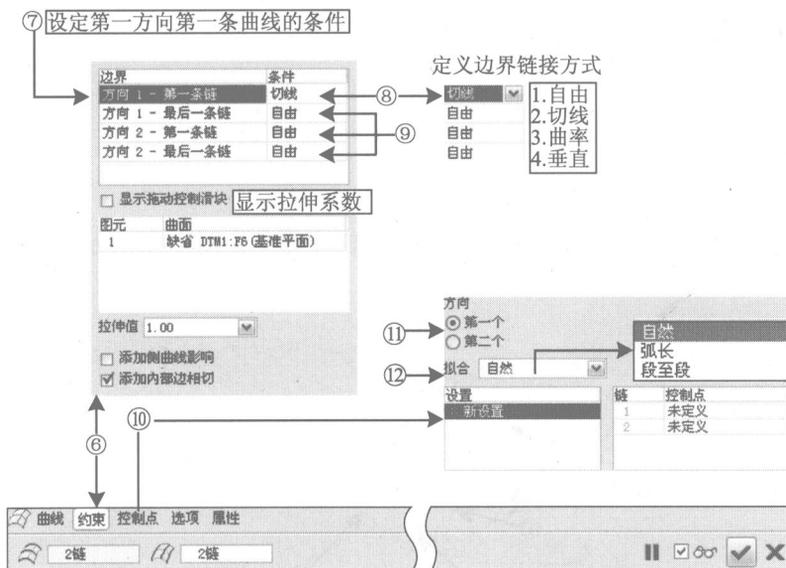
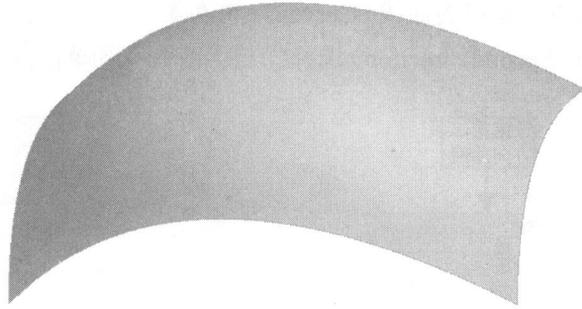

图 1-10 边界混合 (Boundary Blend)-设定曲线拟合方式
图 1-11 完成边界曲面
接着, 单击⑥约束 (Constraints) 选项, 然后会出现一个曲线定义条件的对话框, 在窗口定义区域的边界 (Boundary) 内, 继续定义前述各曲线的属性→将⑦“方向 1-第一条链 (Direcion 1-First chain) 的条件 (Condition)”→设为⑧切线 (Tangent)→⑨其余的设为自由 (Free); 接着⑩单击选择下方工具栏右侧的控制点 (Control point) 选项进行控制点的定义→⑪此控制点旨在设定曲线拟合的方式→⑫提供有自然 (使用一般常数值来控制)、弧长, 以及段至段 3 种模式, 选择自然, 如图 1-10 所示; 最后单击 确定, 即可完成如图 1-11 的结果。